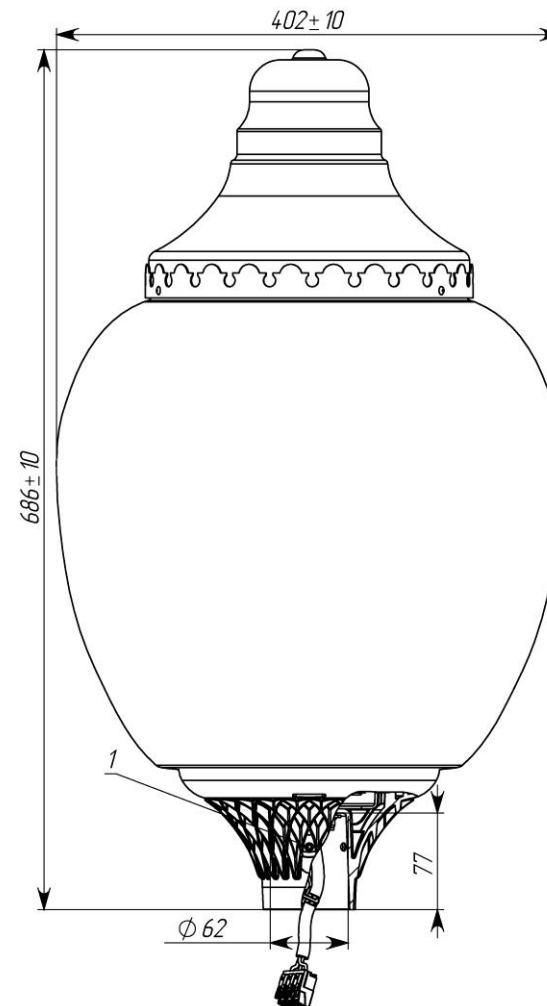

Рисунок 2
2.1 Светильники торшерные серии GALAD Лотос LED-40 (Рисунок 2) предназначены для функционально-декоративного освещения парков, скверов, бульваров, зон отдыха, территорий микрорайонов, коттеджных поселков.
5.1 Светильник устанавливают на трубу диаметром 50...60 мм и закрепляют тремя болтами М6 (поз.1 Рисунок 2) с усилием затяжки 5,9 – 9,4 Н·м.